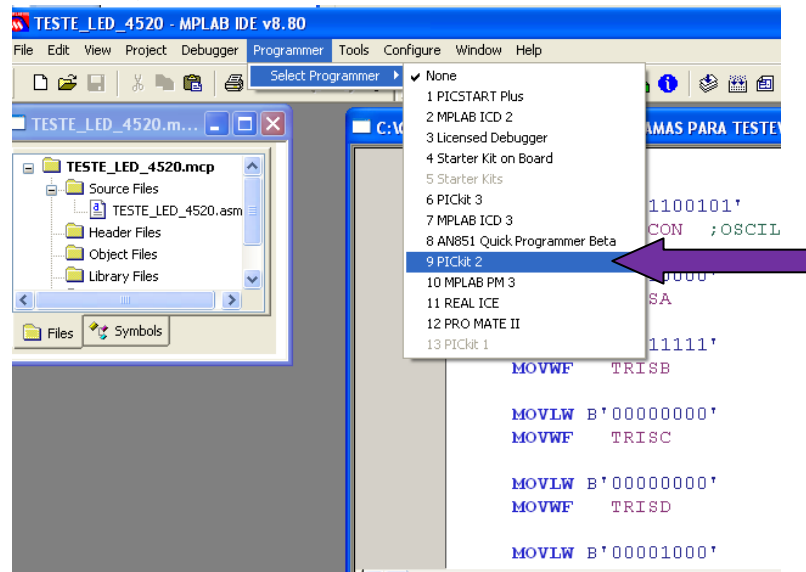

Figura 17
- Primeiramente abra o projeto que já foi desenvolvido, va na aba programar e escolha a opção PICKIT2 conforme figura 17.